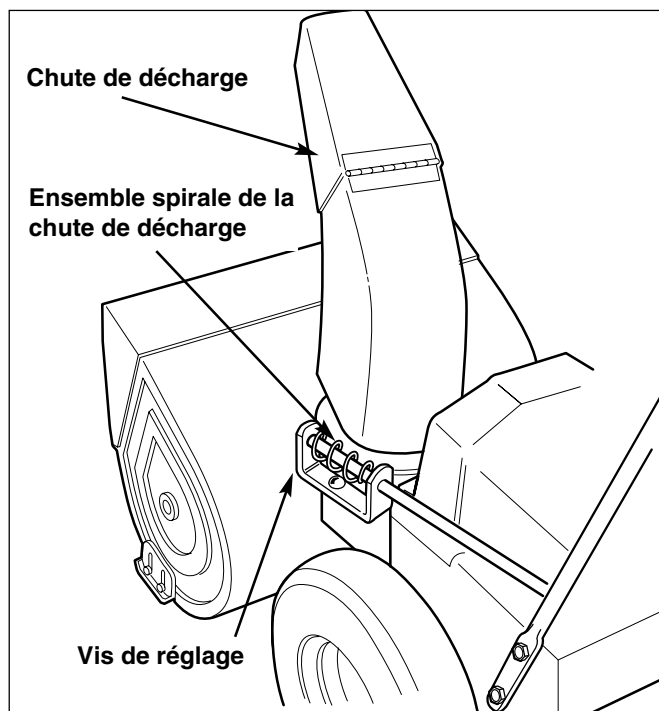

Figure 18. Réglage de la spirale de la chute de décharge
1. Desserrer la vis de réglage sous la partie de montage de l'ensemble de la spirale. (Figure 18).